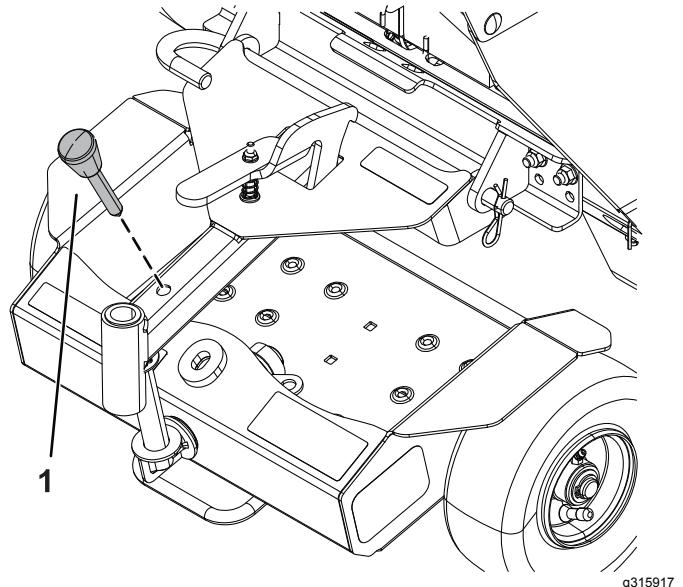

Figura 6
4. Rode a plataforma para a frente e prenda-a utilizando o pino de transporte (Figura 6).
5. Agarre na pega e eleve a plataforma de transporte até que encaixe no suporte (Figura 6).